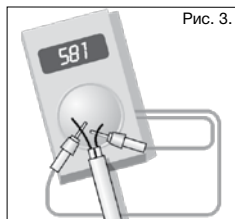

Рис. 3.
3. Перед укладкой нагревательного мата следует замерить его омическое сопротивление для проверки работоспособности кабеля (рис. 3).